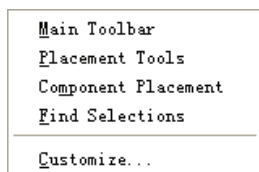

图 7-4 子菜单
(1) 执行菜单命令“View”→“Toolbars”，弹出如图 7-4 所示的子菜单，为 PCB 编辑环境中的工具栏。